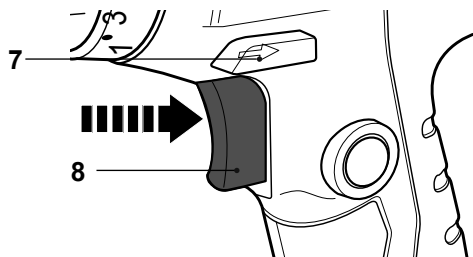

Fig. 9
1. Accendere il prodotto premendo l'interruttore on/off (8) (fig. 9).
2. Spegner il prodotto rilasciando l'interruttore on/off (8).